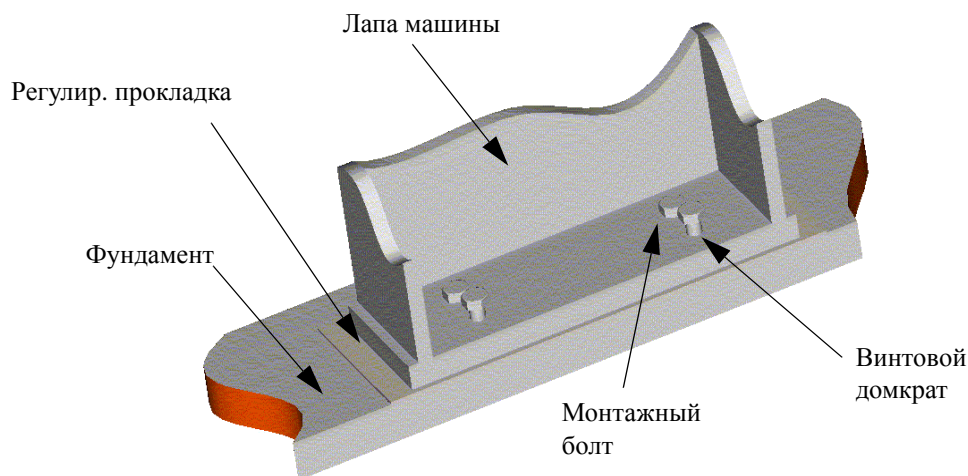

Рисунок 3-3 Вертикальное положение лапы машины
Для облегчения выравнивания и установки регулировочных прокладок, винтовые домкраты установлены в лапе машины, см. *Рисунок 3-3 Вертикальное положение лапы машины*. Машина остается стоять на винтовых домкратах. Следует отметить, что машина должна стоять на всех четырех лапах (домкратах) на ровной параллели в пределах 0.1 мм (4.0 мила) или лучше. Если показатели не соответствуют, корпус машины может искривиться или изогнуться, что может привести к повреждению подшипника или другим неисправностям.
5. Вертикальное выравнивание производится подкручиванием винтовых домкратов или подъемом гидравлических домкратов. Для упрощения вертикальной регулировки винтовые домкраты устанавливаются в лапах горизонтально установленной машины, см. *Рисунок 3-3 Вертикальное положение лапы машины*. На точность регулировки выравнивания машины иногда влияет тепловое расширение корпуса, см. *Раздел 3.6.4 Корректировка теплового расширения*